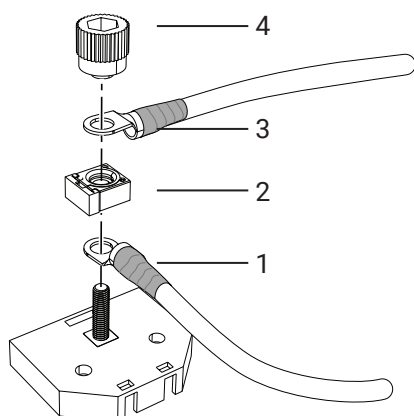
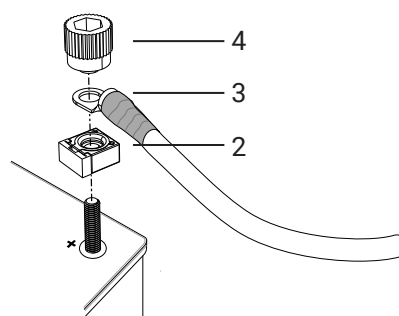

Bild 64. Inkoppling till säkringslåda
Bild 65. Inkoppling till batteriets plus-pol
2. Säkerställ att hyttströmbrytaren (CS) i förekommande fall står i läge "Av".
3. Vid användning av säkringslåda, anslut kabeln (1) till batteriets pluspol och till säkringslådan och placera där säkringen (2) ovanpå, se Bild 64.
4. Vid anslutning direkt till batteriets plus-pol, placera säkringen (2) på plus-polen, se Bild 65.
5. Anslut huvudströmkabeln (3) till säkringslådan/plus-polen, se Bild 64 - Bild 65.
6. Skruva fast kabelanslutningar och säkring med vredet (4). Kablarna monteras 90° alt. 180° ifrån varandra. Säkringen monteras i rät vinkel mot kablarna, se Bild 64 - Bild 65.